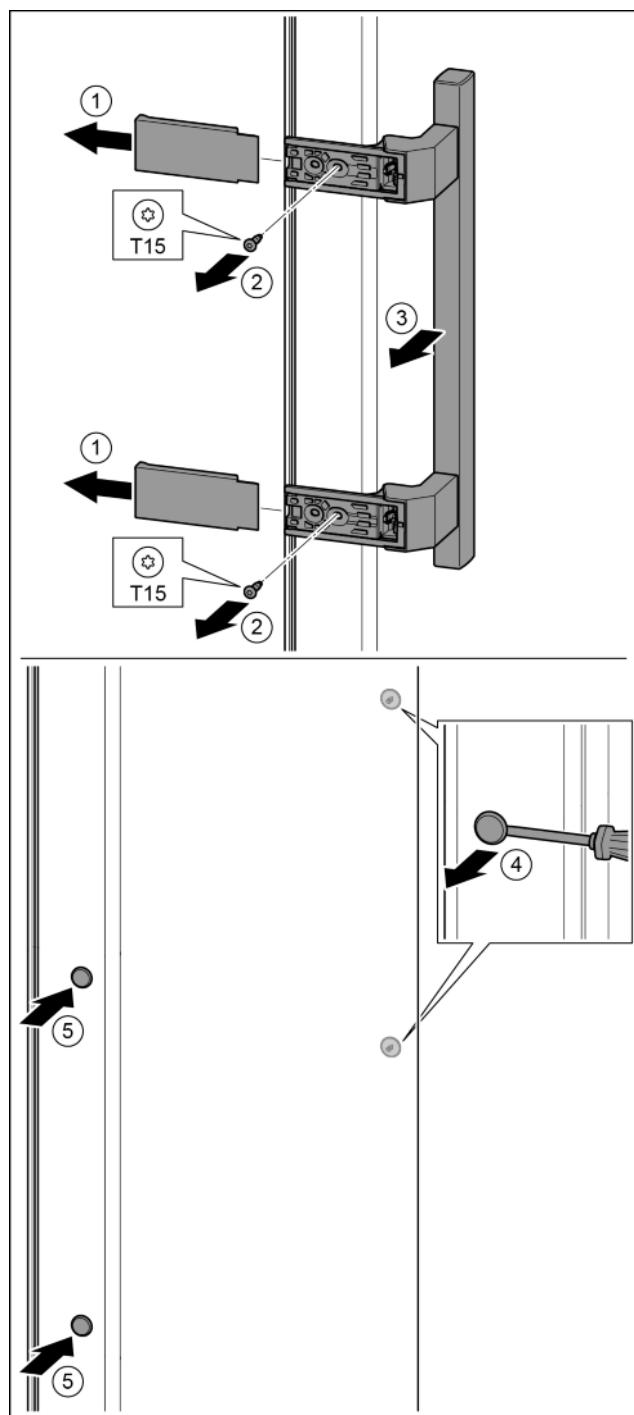

Fig. 21
- Снять крышку. Fig. 21 (1)
- Выкрутить винты отверткой T15. Fig. 21 (2)
- Снять ручку. Fig. 21 (3)
- Осторожно приподнять шлицевой отверткой боковые заглушки и вынуть их. Fig. 21 (4)
- Заглушки снова вставить с другой стороны. Fig. 21 (5)